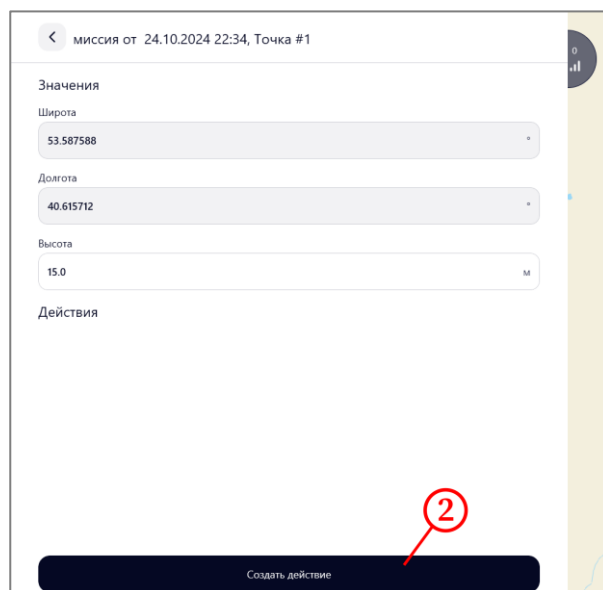

Рисунок 70 – Добавление действия
- нажать на кнопку «Создать действие» (рисунок 70, шаг 2);